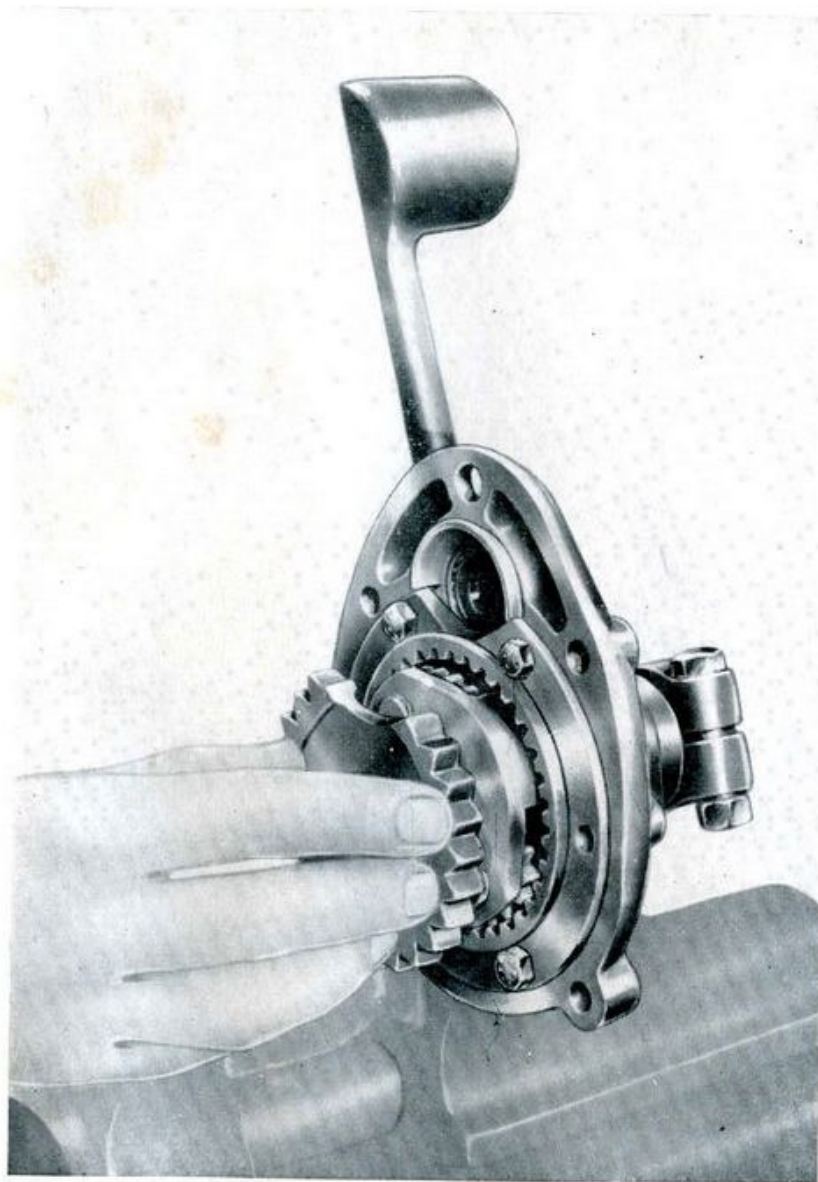

Fig. 33
- Op. 6) Montare l'ingranaggio doppio in modo che venga a trovarsi come indicato in fig. 33. La posizione di riposo dell'ingranaggio doppio dovrà essere tale da permettere una libera rotazione del pignone cilindrico (vedi fig. 13).